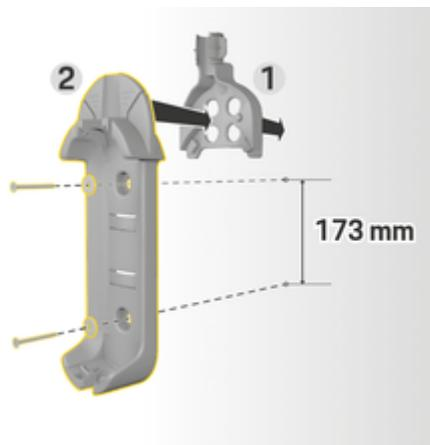

图 19 钻孔尺寸
3. 将基本壁挂支架 2 (图 19) 从前面按入电缆线路零件 1 (图 19) 中。